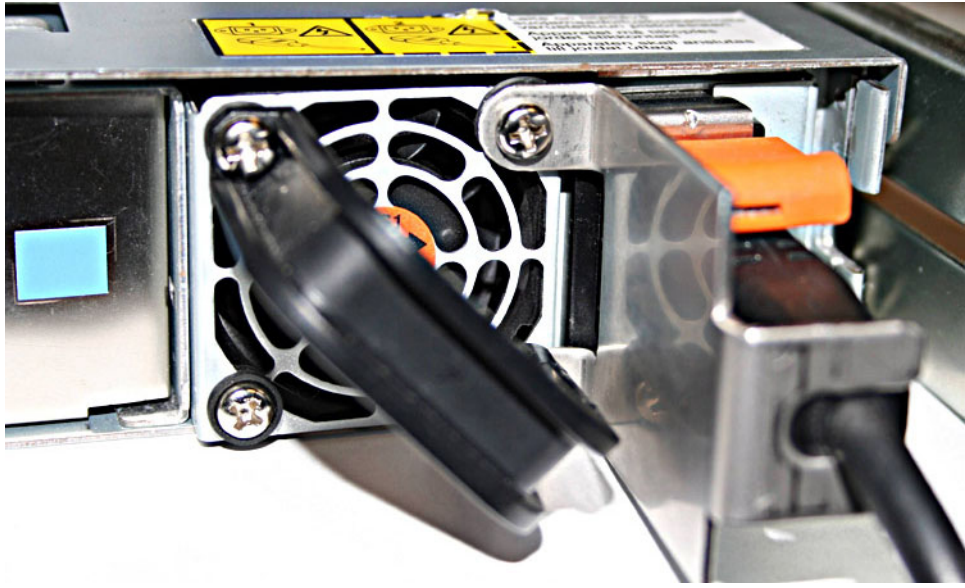

図 33. オプション A のケーブル保持ブラケットが取り付けられている SAN ボリューム・コントローラー 2145-8G4
3. 64 ページの図 33 に示されるように、電源ケーブルがブラケット内のスロットを通るようにケーブル保持ブラケットの位置を合わせます。ブラケットのねじ穴を 2 つのねじを取り外した背面版の穴にそろえます。